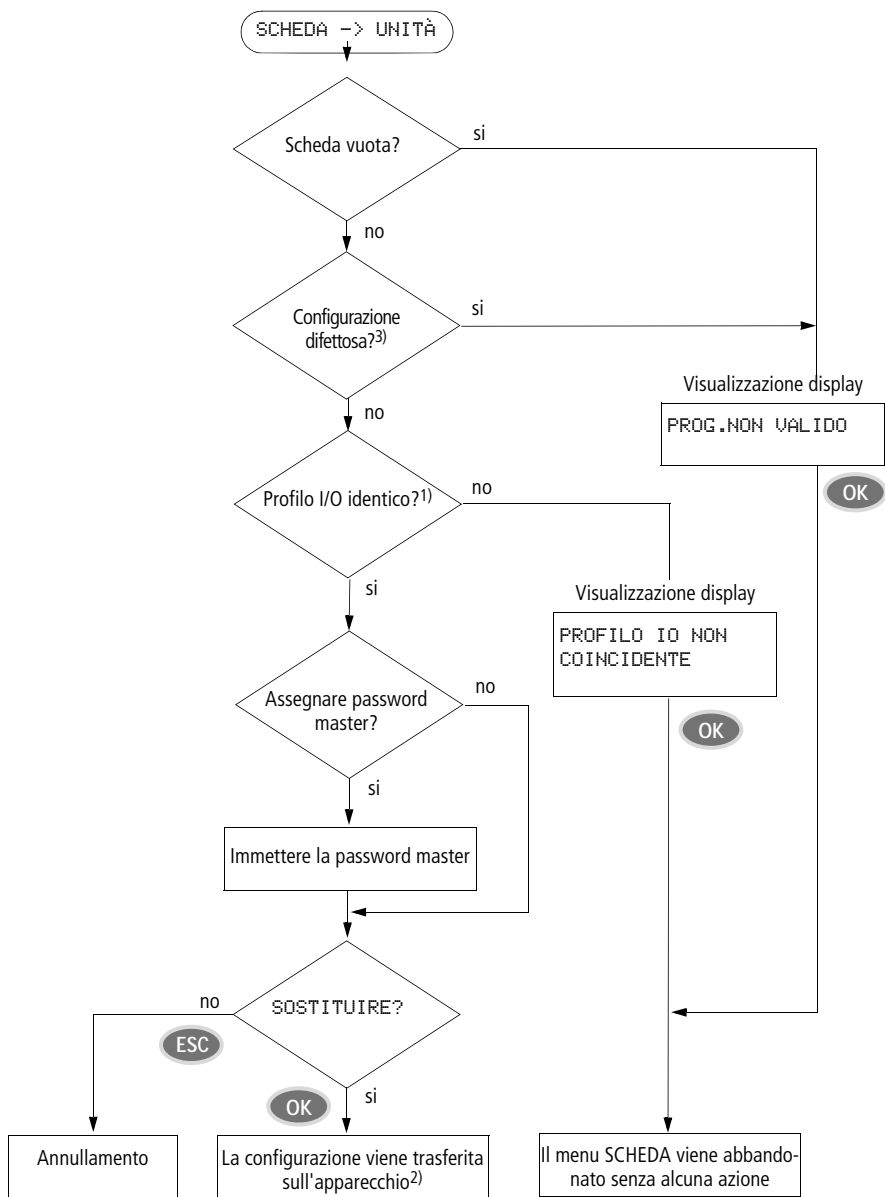

Figura 48: Caricamento della configurazione dalla scheda (legenda a pagina 131)
- 1) Legenda per la figura 48: